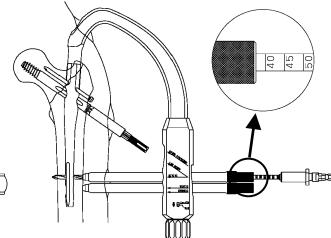

図 26
23) ドリルアダプタを装着したディスタルススクリュー用ドリル（L）又はストッパー付き（36mm）にて穴あけを行います。（図 26）